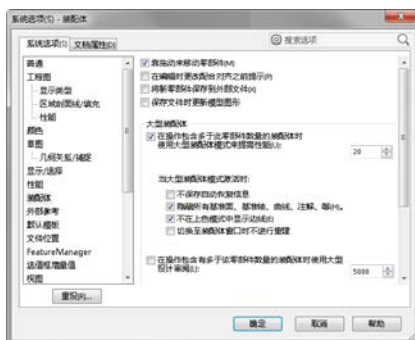

图 9-59 设置大型装配体
STEP 7 选择“工具”>“选项”菜单选项，打开“系统选项……”对话框，选中左侧列表中的“装配体”项，按照图 9-59 所示右侧选项设置模型的大型装配体模式，然后关闭“车床总装配.SLDASM”装配体，再重新打开，使用大型装配体模式浏览装配体。